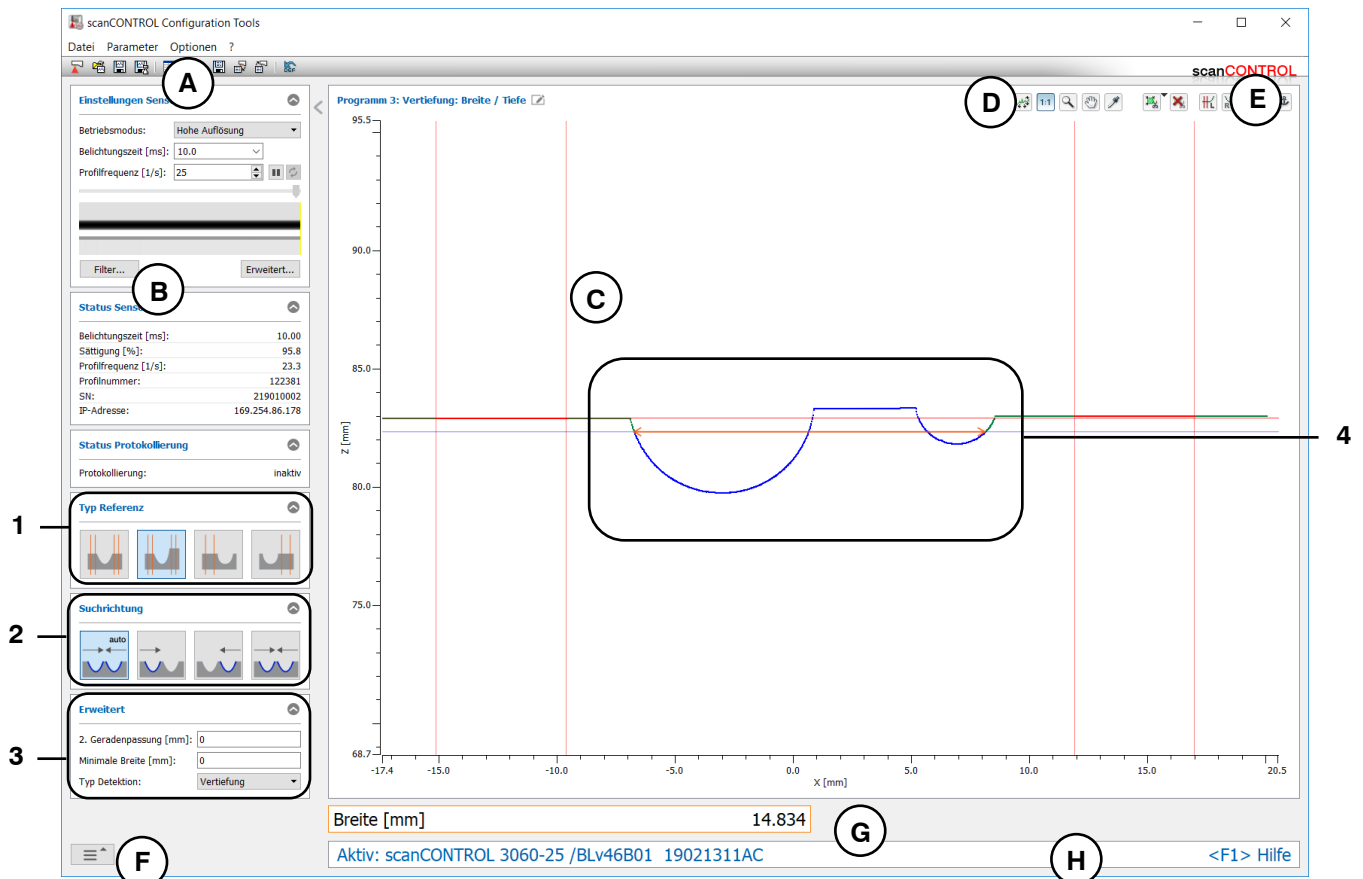

Abb. 4.34: Messprogramm „Vertiefung Breite/Tiefe“
- Definieren Sie den Typ der Vertiefung (siehe Abb. 4.34 und Kap. 3.13.1):